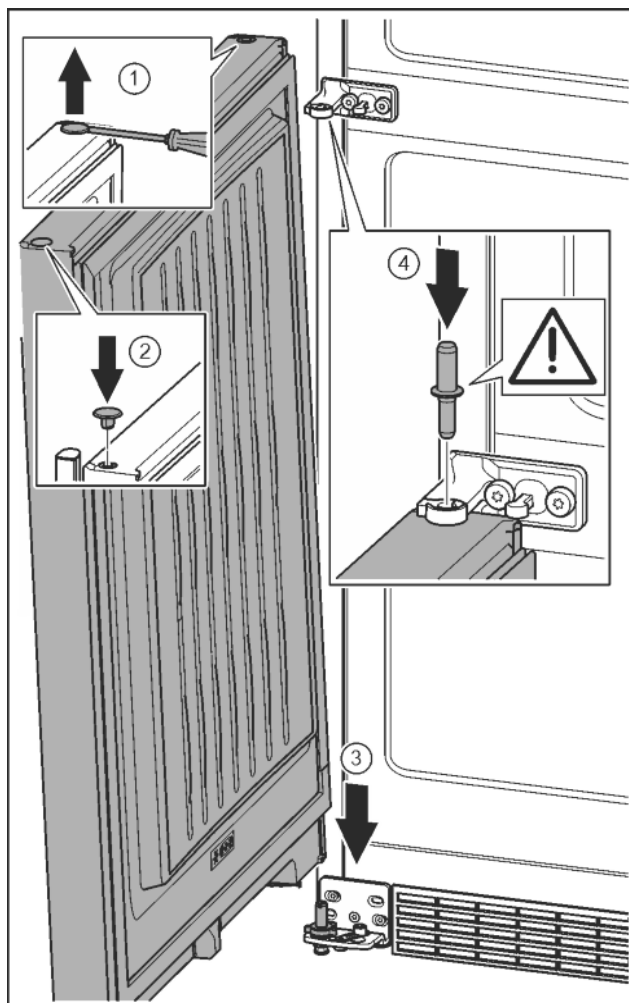

Fig. 23
- ▶ Odvijačem s ravnom glavom oprezno podignite čep i izvadite ga. Fig. 23 (1)
- ▶ Ponovo umetnite čep na drugoj strani vrata. Fig. 23 (2)
- ▶ Stavite vrata odozgo na donji svornjak ležaja. Fig. 23 (3)
- ▶ Umetnite srednji svornjak ležaja kroz srednji podložak ležaja u donja vrata. Pri tome pazite da je ispučenje za blokiranje okrenuto prema otraga. Fig. 23 (4)